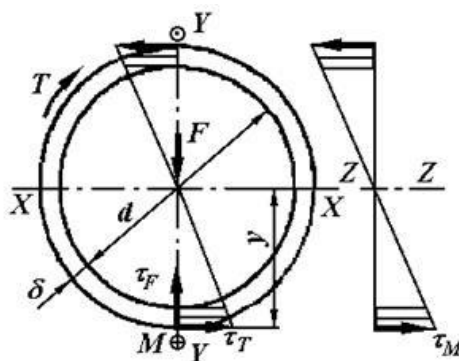

Рис. 9. Расчетная схема
4. Расчету подлежит шов №1, который по сравнению со швом №2 дополнительно нагружен изгибающим моментом  $M$ . Опасное сечение шва – сечение по биссектрисе прямого угла - представляет собой коническую поверхность, которую условно разворачивают на плоскость стыка свариваемых деталей. Выполняют приведение нагрузки (перенос  $F$  в центр тяжести расчетного сечения) и составляют расчетную схему (рис.9), на которой:  $F$  - центральная сила;  $M$  - изгибающий момент,  $T$  - крутящий момент: